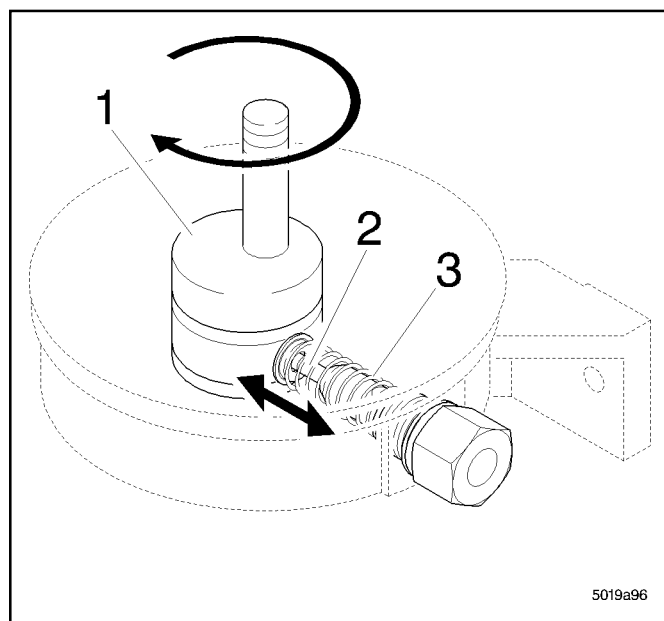

Fig. 2 - Élément de pompe avec excentrique
- Le moteur électrique entraîne l'excentrique 1 (fig. 2).